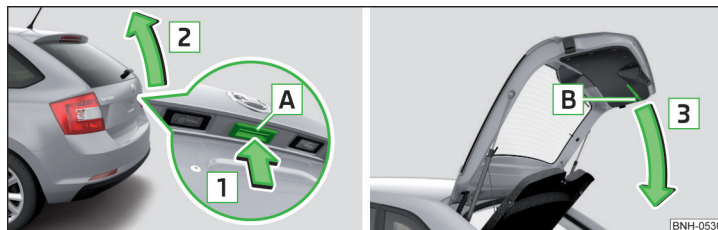

Fig. 48 Deschiderea/închiderea capotei portbagajului
- Pentru **deschidere**, apăsați tasta **A** în sensul săgeții **1** » fig. 48.
Tasta **A** » fig. 48 este dezactivată la pornire, resp. începând de la o viteză de 5 km/h. După oprire și deschiderea unei portiere, butonul este activat din nou.